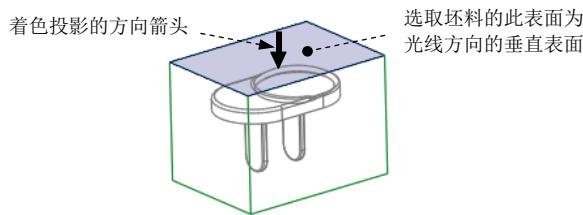
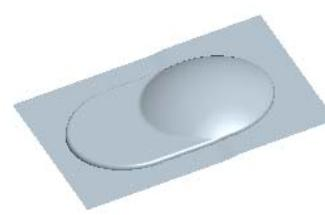

图 13.5 定义光线投影的方向
图 13.6 着色显示分型面
(1) 单击 **分型面** 功能选项卡中的 **曲面设计** ▾ 按钮，在系统弹出的快捷菜单中单击 **阴影曲面** 按钮，系统弹出“阴影曲面”对话框。
(2) 定义光线投影的方向。在“阴影曲面”对话框中双击 **Direction (方向)** 元素，系统弹出 **▼ GEN SEL DIR (一般选取方向)** 菜单，用户可进行下面的操作来定义光线投影的方向。
- ① 在 **▼ GEN SEL DIR (一般选取方向)** 菜单中选择 **Plane (平面)** 命令 (系统默认选取该命令)。
- ② 在系统 **选择将垂直于此方向的平面** 的提示下，选取图 13.5 所示的坯料表面。
- ③ 选择 **Okay (确定)** 命令，确认图 13.5 中的箭头方向为光线投影的方向。
- ④ 在“阴影曲面”对话框中单击 **确定** 按钮。
(1) 单击 **视图** 功能选项卡 **可见性** 区域中的“着色”按钮 .
(2) 系统自动将刚创建的分型面 main_ps 着色，着色后的分型面如图 13.6 所示。